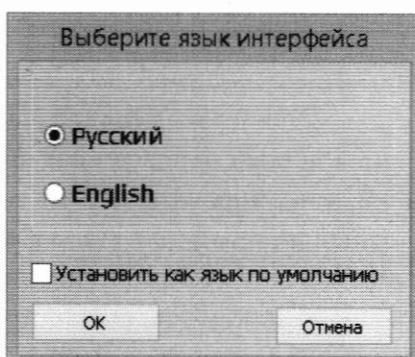

Рисунок 1 - Вид окна выбора языка программы
– навести курсор мыши на пиктограмму «AZRS-21LS.exe», расположенную на рабочем столе Windows и запустить ПО-174 двойным нажатием левой кнопки тачпада. На экране консоли откроется диалоговое окно «Выбор языка», рисунок 1;